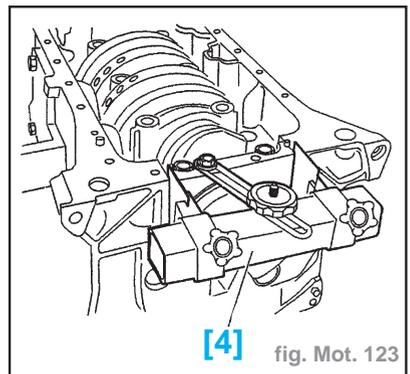

fig. Mot. 123
- Positionner le palier sur les bagues de centrage (fig. Mot. 123).
- Impératif** : Les joints latéraux neufs (17) sont livrés à la longueur et ne doivent pas être coupés.